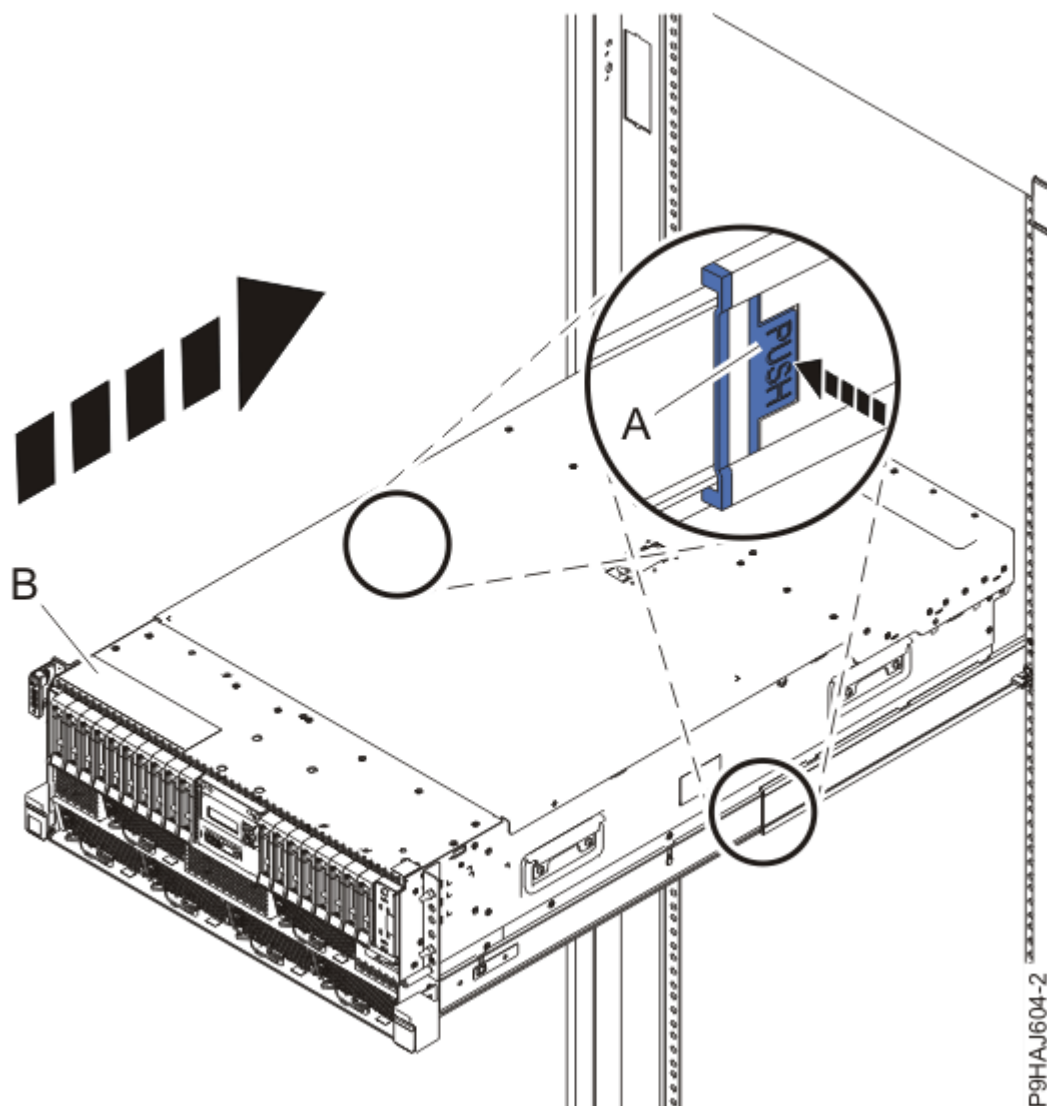

Figure 35. Mise en position de fonctionnement du système
3. Pour un système monté en armoire, déverrouillez les loquets de sécurité bleus **(A)** en les poussant vers l'intérieur, comme illustré dans la Figure 35, à la page 41.